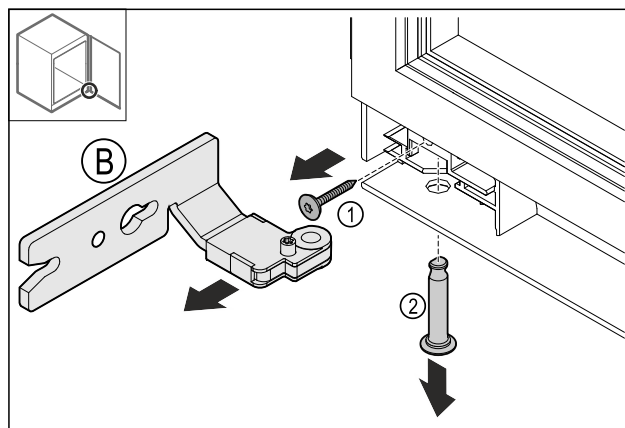

Fig. 16
- ▶ Odstraňte šroub Fig. 16 (1).
- ▶ Odstraňte čep Fig. 16 (2).
- ▶ Odstraňte závěs Fig. 16 (B).